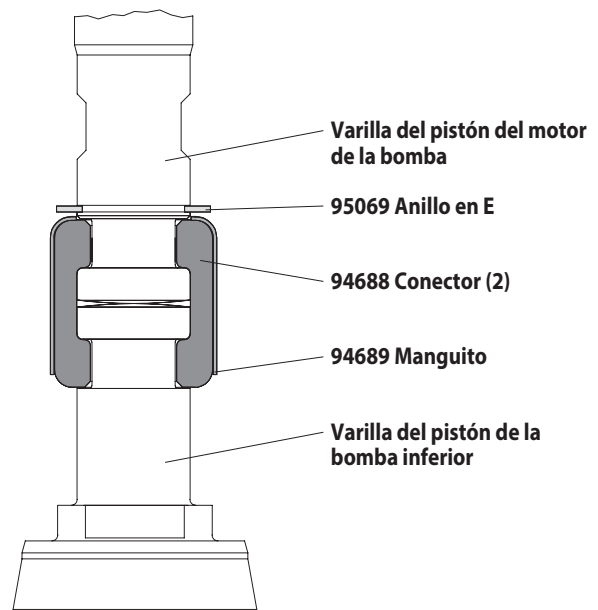

Figura 2
- Utilizando pinzas de anillo e, deslice la (95069) "e" anillo hacia arriba lo suficiente para permitir la manga para mover hacia arriba y suelte los dos conectores (ver (Figura 2). Ponga a un lado el motor de aire.